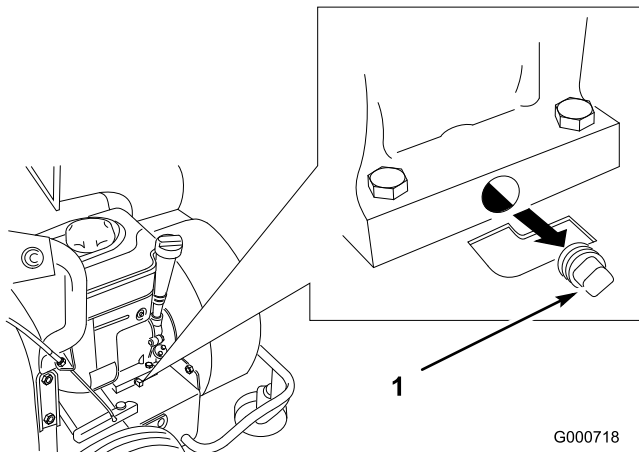

Figura 27
4. Limpie la zona alrededor del tapón de vaciado (Figura 27).